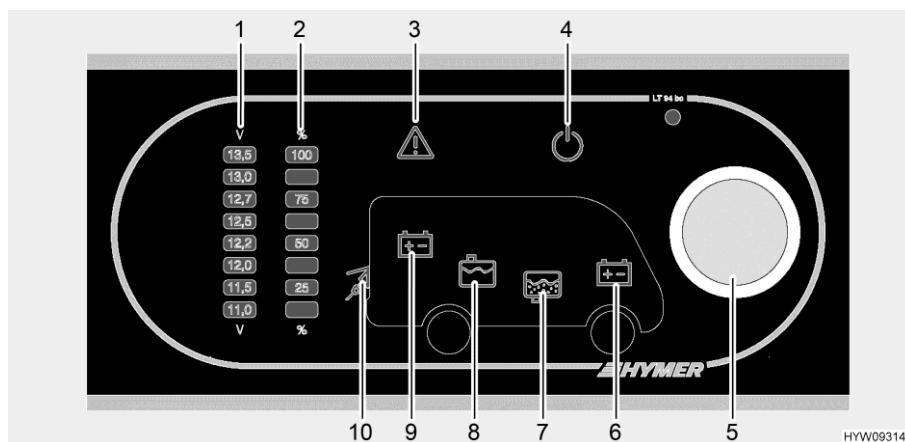

Fig. 95 Pannello di controllo (LT 94)
Il pulsante a rotazione (Fig. 95,5) inserisce o disinserisce il pannello di controllo e l'alimentazione a 12 V dell'abitacolo.
- Accensione:* ■ Premere il pulsante a rotazione (Fig. 95,5): L'alimentazione a 12 V dell'abitacolo è inserita. La spia di controllo a 12 V (Fig. 95,4) diventa verde.
- Spegnimento:* ■ Premere il pulsante a rotazione (Fig. 95,5): L'alimentazione a 12 V dell'abitacolo è disinserita. La spia di controllo a 12 V (Fig. 95,4) si spegne.
Mediante il pulsante a rotazione (Fig. 95,5) si possono interrogare sia la tensione della batteria dell'abitacolo che la tensione della batteria di avviamento. La tensione viene visualizzata sulla scala indicatore per la tensione della batteria (Fig. 95,1).
- Indicazione:* ■ Ruotare il pulsante a rotazione (Fig. 95,5), finché si accende il simbolo della batteria della quale deve essere interrogata la tensione.
Viene indicata la tensione della batteria dell'abitacolo (Fig. 95,9)
Viene indicata la tensione della batteria di avviamento (Fig. 95,6)
- Leggere la tensione sulla scala indicatore della tensione della batteria (Fig. 95,1).
Mediante il pulsante a rotazione (Fig. 95,5) si possono interrogare sia il livello del serbatoio dell'acqua che il livello del serbatoio delle acque grigie. Il livello viene visualizzato sulla scala indicatore livello dei serbatoi (Fig. 95,2).
*Indicazione:* ■ Ruotare il pulsante a rotazione (Fig. 95,5), finché si accende il simbolo del serbatoio del quale deve essere interrogato il livello.
Viene indicato il livello del serbatoio dell'acqua (Fig. 95,8)
Viene indicato il livello del serbatoio delle acque grigie (Fig. 95,7)
- Leggere il livello sulla scala indicatore del livello serbatoio (Fig. 95,2).
La spia luminosa Alarm (Fig. 95,3) lampeggia non appena i valori limite fissati vengono superati per eccesso o per difetto.
La spia luminosa Alarm (Fig. 95,3) lampeggia non appena la tensione della batteria scende al di sotto di 11 V. Se l'alimentazione a 12 V è accesa, si accende anche il relativo simbolo della batteria (Fig. 95,6 o 9), e l'indicatore "11,0" sulla scala indicatore della tensione della batteria (Fig. 95,1) lampeggia. Rischio di uno scaricamento totale della batteria.
La spia luminosa Alarm (Fig. 95,3) lampeggia ed il relativo simbolo del serbatoio (Fig. 95,7 o 8) si accende non appena il serbatoio dell'acqua è vuoto o il serbatoio delle acque grigie è pieno.
La spia di controllo a 230 V (Fig. 95,10) si accende quando all'ingresso della centralina elettrica è presente una tensione di rete.